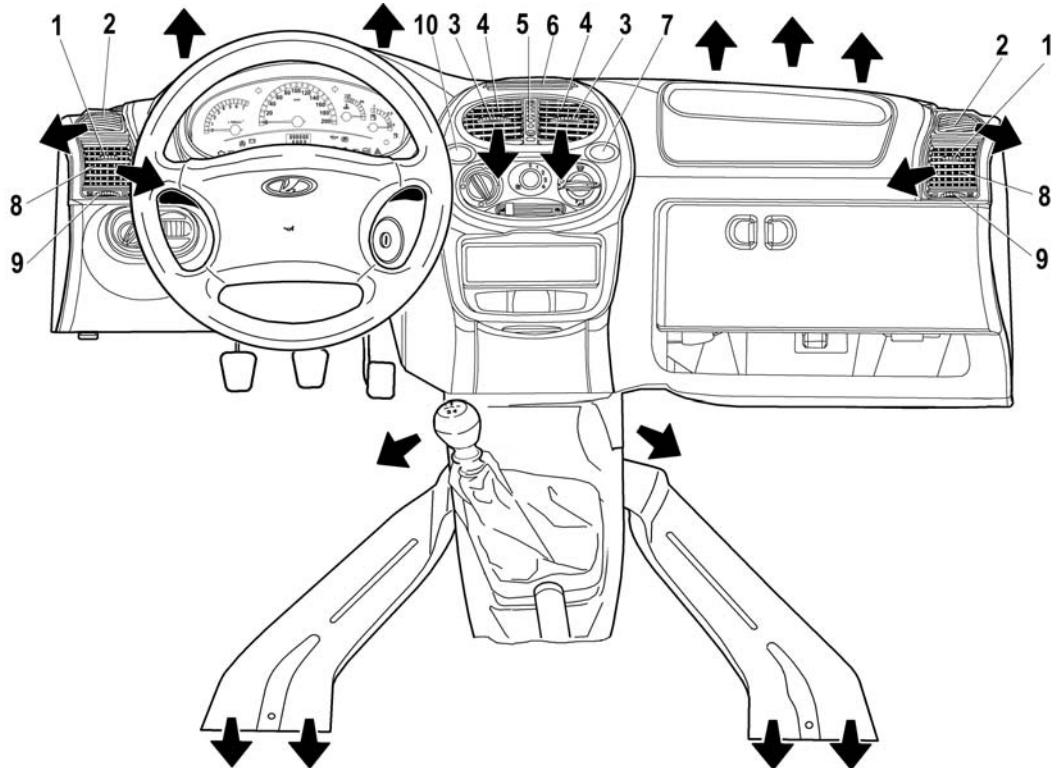

Рис. 37. Органы управления вентиляцией
**Рычагами 9 и 5** (рис. 37) привода заслонок регулируется ин-
– **сопла 4 и 8** (см. рис. 37) открыть, повернув соответственно рычаг 5 на центральном сопле вниз, а рычаг 9 вправо на левом боковом сопле и влево на правом боковом сопле;
4. Нажмите на клавишу выключателя кондиционера 10 (см. рис. 37).
**В положении  рукоятки 4 хотя бы одно из сопел 4 и 8 (см. рис. 37) должно быть открытым, иначе теплообменник охлаждения воздуха (испаритель) может обледенеть и перекрыть подачу воздуха в салон.**
2. Включите кондиционер, нажав на клавишу выключателя кондиционера 10 (см. рис. 37).